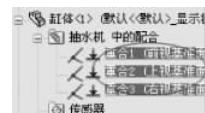

图 3-8 查看零件配合
(7) 在装配体的特征树中展开零件【缸体】的特征树,单击【抽水机 中的配合】前的图标 $\square$ ,可以查看如图 3-8 所示的缸体零件在装配体环境中所添加的配合类型。